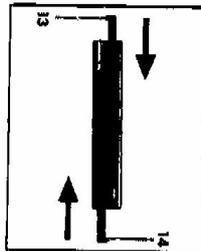

Abb. 16
- Einsatz mit steifen Leisten (12) um Teppiche und Teppichböden zu reinigen (Abb. 16)